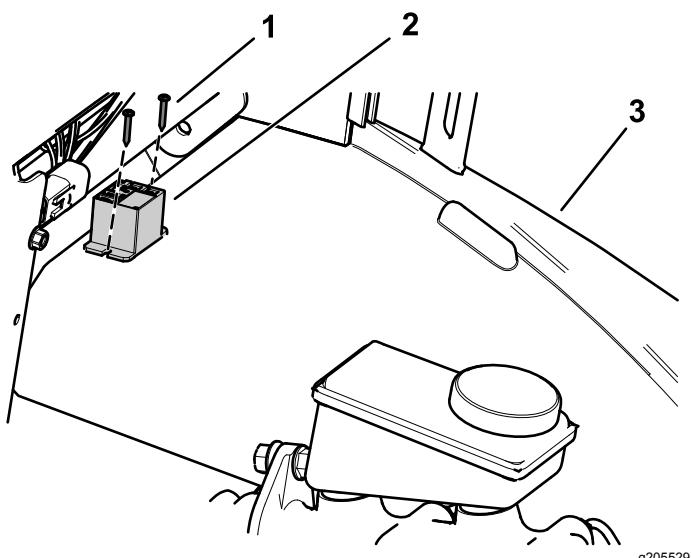

Bild 8
6. Befestigen Sie das Relais mit zwei Schrauben (Nr. 4 x $\frac{3}{4}$ ") am linken Kotflügel, wie in **Bild 8** abgebildet.